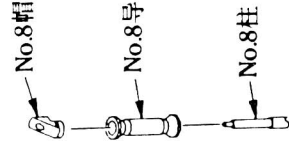

图34
- 步骤: ①按图34所示,先取下No.8导向帽,然后取下No.8导向套筒;
②重新安装时,把No.8导向帽插到No.8导向柱上,然后将导向帽按下并左右旋转之。